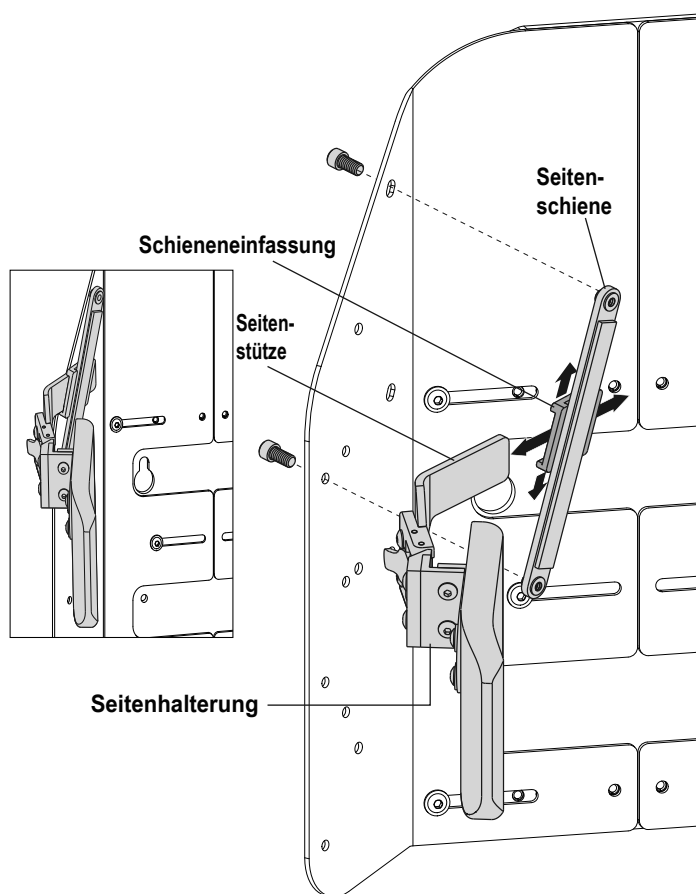

Abbildung 24. Seitenteile mit HD Sitzsystem
2. Schieben Sie die Seitenstütze durch die Schieneneinfassung wie in **Abbildung 24**.
3. Schieben Sie die Seitenstütze in die gewünschte Position (hinsichtlich der Höhe und der Breite verstellbar). **Siehe Abbildung 24.**
2. Schieben Sie die Seitenstütze in die gewünschte Position (hinsichtlich der Höhe und der Breite verstellbar). **Siehe Abbildung 24.**